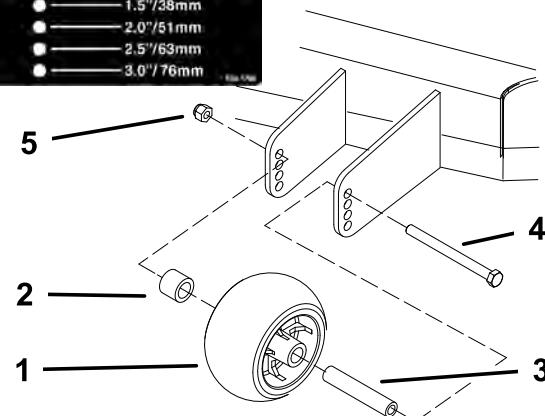
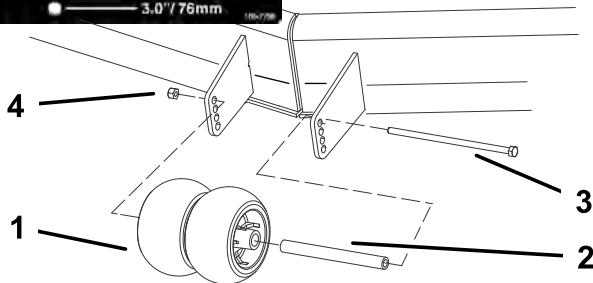

Figura 19
Figura 20
3. Despues de ajustar la altura de corte, ajuste los rodillos retirando la tuerca con arandela prensada, el casquillo, el espaciador y el perno (Figura 19, Figura 20, y Figura 45).
- Nota:** Los dos rodillos centrales no tendrán espaciador (Figura 20).
5. Instale la tuerca con arandela prensada, el casquillo, el espaciador y el perno. Apriete a 54–61 Nm (40–45 pies-libra) (Figura 19, Figura 20 y Figura 45).